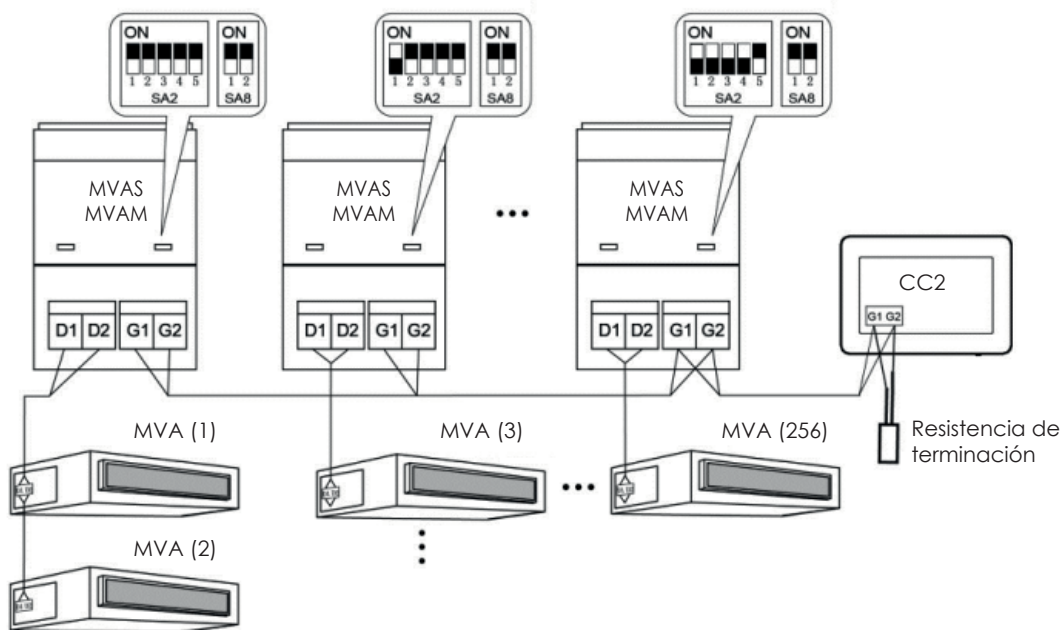

Fig. 3.5 Controlador centralizado conectado a la red externa
3. Si el controlador centralizado debe conectarse a la red de unidades externas, efectuar las conexiones según la fig. 3.5. El controlador centralizado solo puede conectarse al sistema terminal de la red externa. Añadir una resistencia correspondiente con los cables de comunicación en los puertos G1 y G2.